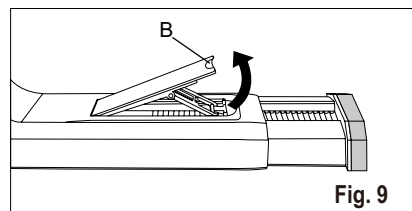

Fig. 9
1. Ouvrez le châssis de la fenêtre et soulevez le levier de verrouillage du kit de glissière de fenêtre (Figure 9)